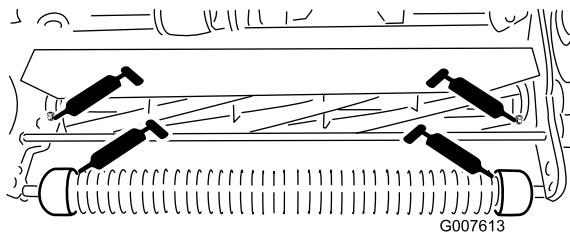

Figura 22
- 2 no rolo da frente (Figura 22)
- 2 nos rolamentos do cilindro (Figura 22)